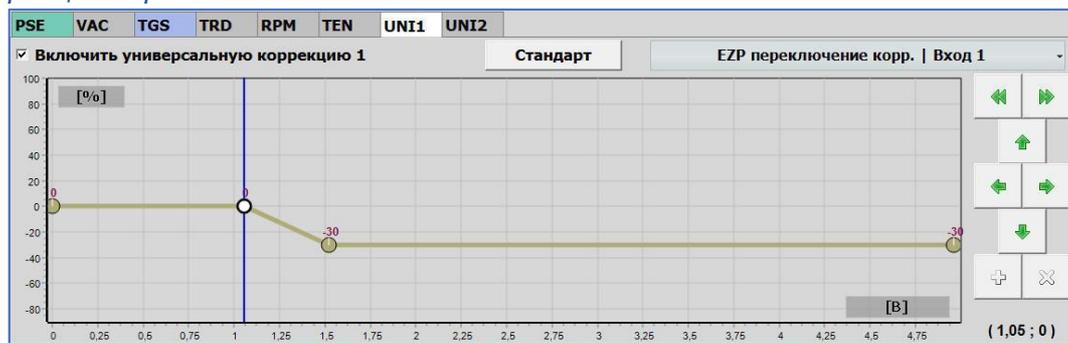

Рис. 2.89 Коррекция переключения для EZP
- Вторую точку можно перемещать только горизонтально, поправка для нее всегда будет 0%. Выберите ее местоположение так, чтобы значение давления при работе на бензине на ХХ находилось на точке 2 (см. Синюю вертикальную линию **Рис. 2.89**)